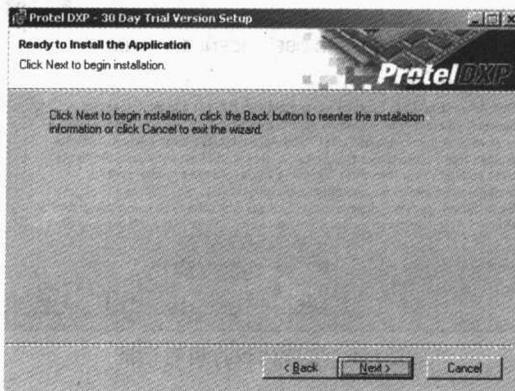
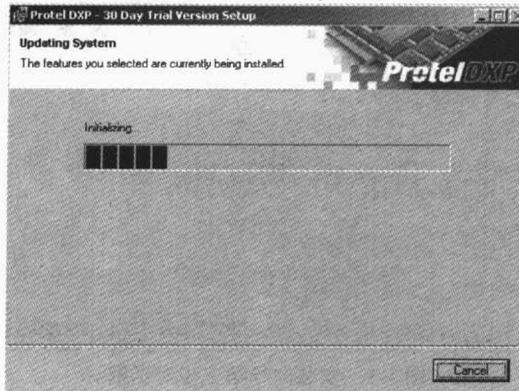

图 1-7 安装向导第五步对话框
图 1-8 开始安装对话框
(7) Protel DXP 的默认安装路径为 C:\Program files\Altium\，若要改变其安装路径，单击对话框中的 Browse 按钮，在弹出的对话框中选择相应的安装路径即可。设定完毕后，单击 Next 按钮进入 Protel DXP 开始安装确认对话框，如图 1-7 所示。
(8) 单击图 1-7 中的 Next 按钮，开始安装 Protel DXP 软件，如图 1-8 所示的对话框显示了整个安装进程。